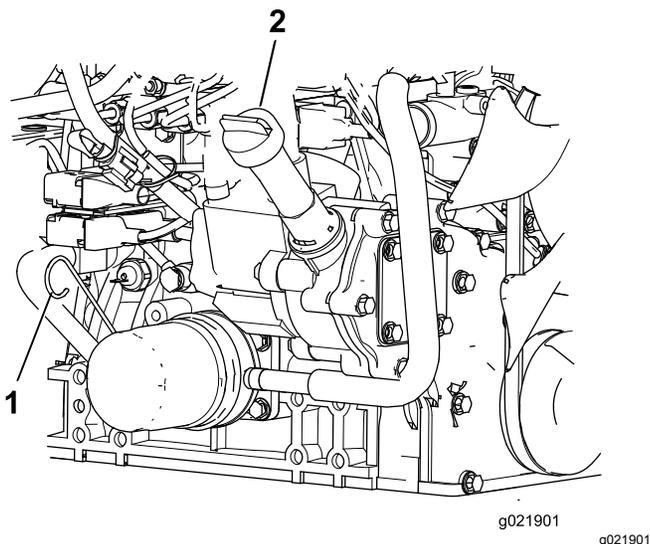

Figure 82
3. Sortez la jauge, essuyez-la sur un chiffon propre, replacez-la dans le goulot de remplissage, puis ressortez-la. Le niveau d'huile doit se situer entre les repères MINIMUM et MAXIMUM (Figure 82).
4. Si le niveau d'huile est trop bas, retirez le bouchon de remplissage et faites l'appoint d'huile jusqu'à ce que le niveau se situe entre les repères MINIMUM et MAXIMUM (Figure 82).